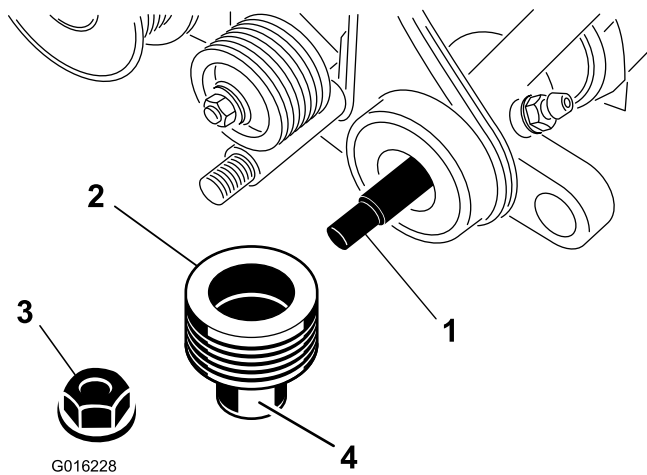

Figura 9
17. Applicate del grasso sulla superficie di tenuta della puleggia condotta, come mostrato in Figura 9.
18. Collocate la puleggia sull'albero grooming (Figura 9).
19. Fissate la puleggia all'albero con un dado di bloccaggio flangiato e serrate tra 23 e 28 N·m (Figura 9).
20. Applicate del grasso alla guarnizione nella piastra di appoggio sinistra e all'estremità dell'albero grooming (Figura 9).